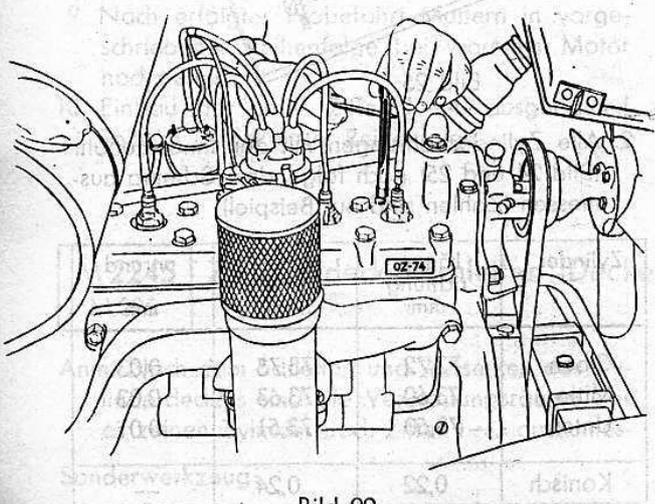

Bild 22
6. Schraube M 6 am Zylinderdeckel lösen (Bild 22), Totpunktmeßgerät aufsetzen, Deckel am Zündverteiler abnehmen.